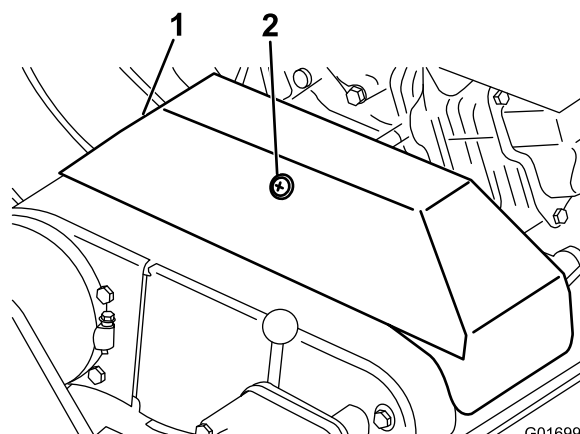

Figura 40
2. Allentate l'ancoraggio di fissaggio del paracinghia della cinghia trapezoidale, e girate il paracinghia per aprirlo (Figura 40).